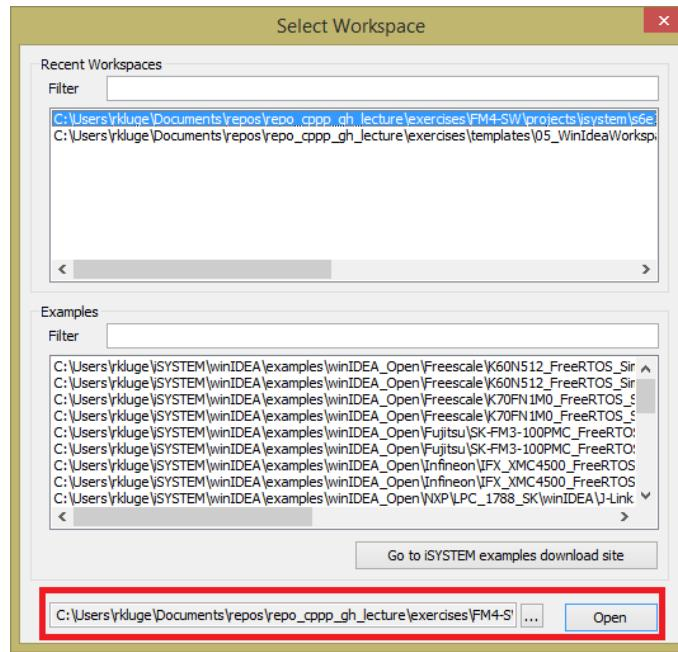

Abbildung 1: Workspace-Auswahl in WinIDEA
3. **Wähle** in dem erscheinenden Dialogfenster den soeben **kopierten WinIDEA-Workspace** aus wie in Abbildung 1 gezeigt (roter Rahmen).